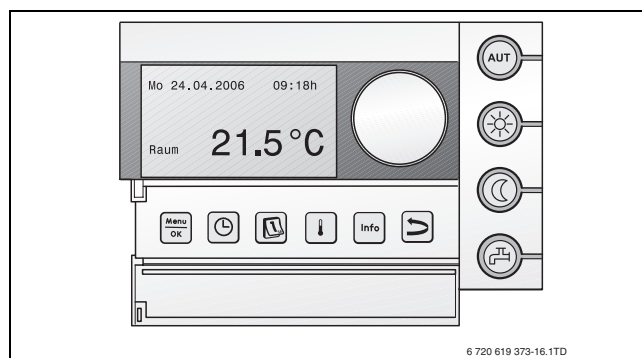

Fig. 9 Unità di servizio ambiente RC35
- Eseguire l'impostazione dell'unità di servizio ambiente (ad es. RC35, → Fig. 9). Si consiglia di verificare/regolare quanto segue: